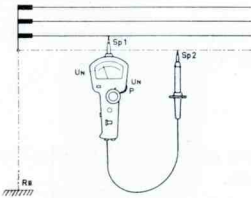

Abb. 1b: Messung der Netzspannung.
2. Messung der Netzspannung (150—240 V) und Überprüfung des Schutzleiters auf richtigen Anschluß (Abb. 1b)